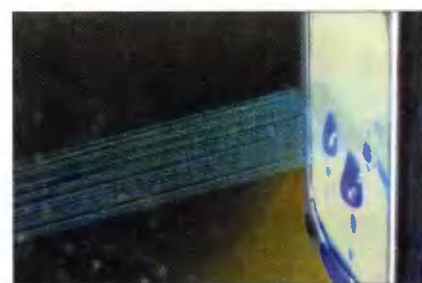
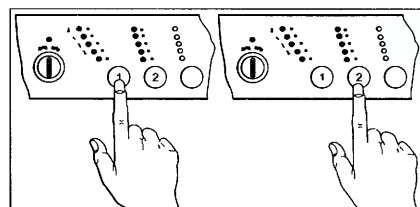

Рис. 2
Рис. 6
набирают в шприц «промывку», насаживают его на заборный штуцер печатающей головки (при несоответствии диаметров штуцера и шприца имеет смысл использовать переходник из резиновой трубки) и, создавая небольшое давление, промывают головку. Если процесс отмачивания прошел удачно, то можно наблюдать «забор», состоящий из тонких, ровных струек жидкости, вылетающих из дюз печатающей головки (рис. 2). Если получилось именно так, то после установки в принтер гарантированно полных картриджей (желательно новых или свежезаправленных) через пару прочисток средствами принтера головка полностью восстановит работоспособность.
Если при промывке сразу не получилось результата, показанного на рис. 2, операцию по «прокачке» повторяют несколько раз и затем дают постоять принтеру 1...2 часа, желательно в прохладном месте (можно даже в холодильнике, на нижней полке). Охлаждение чернил приводит к тому, что в них растворяются пузырьки воздуха, изначально блокирующие тонкие каналы печатающей головки.
- одновременно нажать на кнопки показанные на рис. 1 и 2 (на рис. 2 — это кнопки 2) (в разных панелях назначение кнопок также может быть другим) и, удерживая обе
Нажимая кнопку 1 (рис. 6), можно последовательно переходить к следующему шагу диагностики. Кнопка 2 возвращает на один шаг назад (рис. 6). Выполнение каждого шага сопровождается зажиганием соответствующего светодиода (например, на рис. 2 они расположены вертикально слева панели).